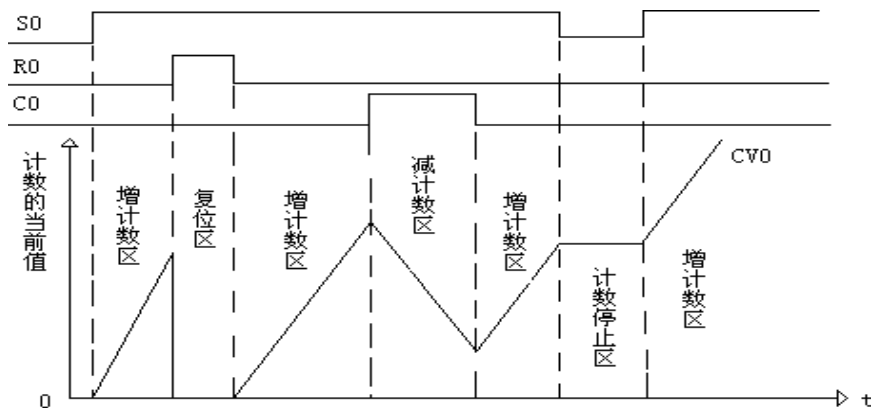

图3-2
3、现以 HSC0 为例说明启动、复位、方向控制三者之间的关系。设在某种工作模式中，经过"或"的关系后，启动的值为 **S0**，复位的值为 **R0**，方向控制的值为 **C0**，他们之间的关系见图 3-2。